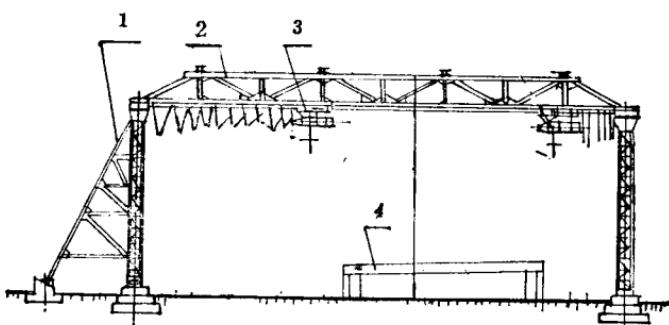

图3 固定卸车桥
**固定卸车桥** 固定卸车桥卸车比较平稳，不会砸损运材车辆，安全可靠，使用维修方便，可使用四、五十年，能减轻工人的劳动强度，卸车效率也很高（图3）。